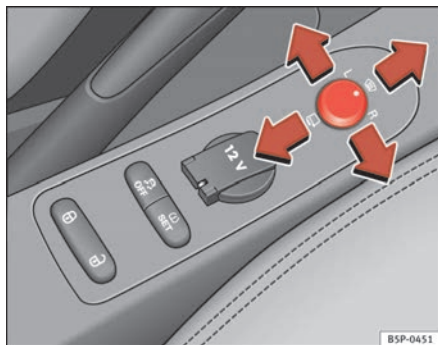

Fig. 89 Mando de los retrovisores exteriores
1. En primer lugar, gire el mando ⇒ **fig. 89** hasta la posición **L (retrovisor izquierdo)**.
- Gire el mando hacia delante, en la posición central ⇒ **fig. 89** , para que los retrovisores térmicos se calienten y la función de cristal parabrisas calefactable* en la zona de reposo de las escobillas, quede activada ⇒ página 128.
- Gire el mando ⇒ **fig. 89** hasta la posición para plegar los retrovisores exteriores. Para evitar daños en el vehículo, debería plegar los retrovisores exteriores siempre que utilice un túnel de lavado automático.